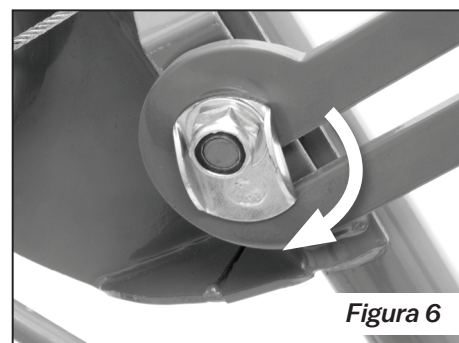

Figura 6
5. Presione el conjunto del cabrestante ligeramente hacia el bastidor (Figura 6). Esto activa automáticamente el seguro deslizante para mantener el cabrestante completamente extendido.